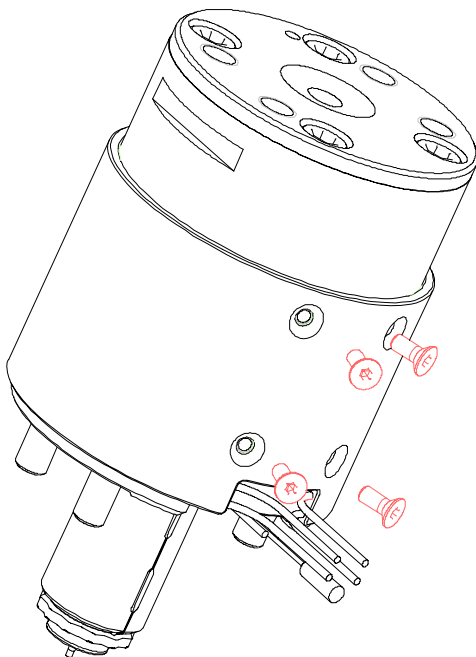
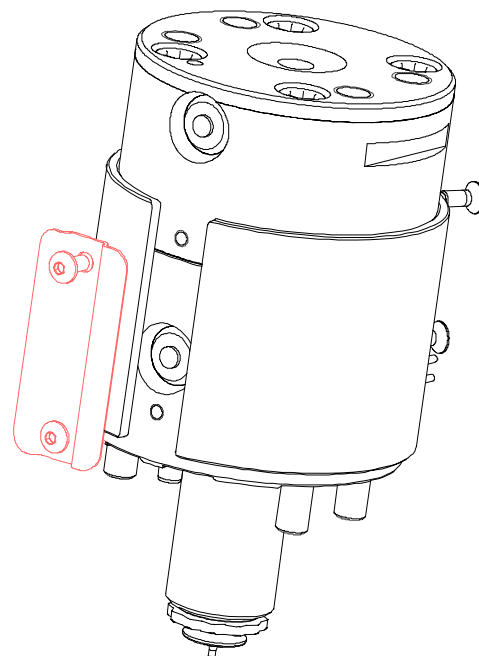

Fig.73 – Défaire les 4 vis à tête fraisée
Fig.74 – Enlever la plaquette d'arrêt de la résistance
3. Défaire les 4 vis à tête fraisée (coté sortie câbles, Fig. 73) ainsi que les 2 autres à tête bombée situées sur le coté opposé qui bloquent la chauffe à la tête (Fig.74).